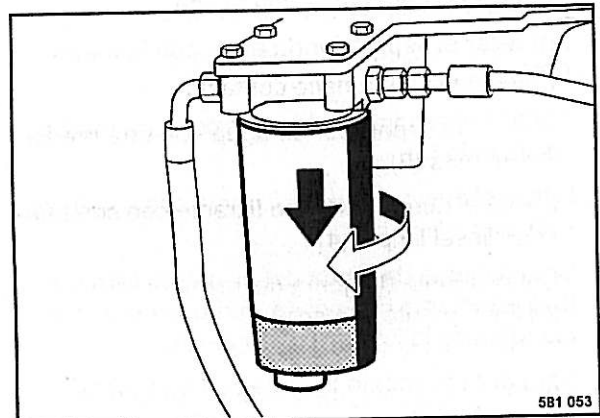

Fig. 90
- Desenroscar el cartucho filtrante de combustible (Fig. 90) con una llave de cinta adecuada.